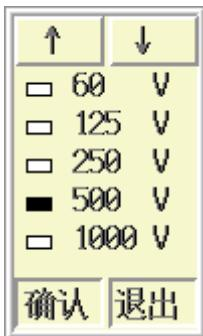

图 4.15 选择发射电压
操作：可以直接用③、④键来修改，也可以按确认键调出发射电压选择界面（如图 4.15 所示）进行选择。